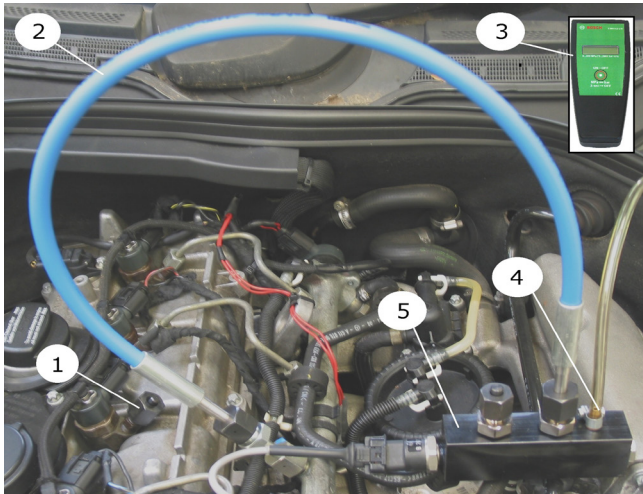

Abb. 15: Przykład podłączenia przy badaniu porównawczym czujnika ciśnienia szyny (silnik pracuje na n-1 cylindrach)
! Ze względów bezpieczeństwa w rejestratorze ciśnienia (rys. 15, poz. 5) wbudowany jest zawór ograniczający ciśnienie, który ogranicza ciśnienie do 180 MPa. Bezwzględnie podłączyć dołączony wąż do przyłącza (rys. 15, poz. 4) rejestratora ciśnienia i włożyć go do zbiornika nadającego się do oleju napędowego.
3. Zamknąć przyłącze wysokociśnieniowe wtryskiwacza (rys. 15, poz. 1) zaślepką (patrz lista części zamiennych Bosch ESI[tronic]).
4. Podłączyć wąż 180 MPa (rys. 15, poz. 2) z odpowiednim adapterem przyłączeniowym, kątownikiem, nakrętką i pierścieniem dociskowym (gwint lewoskrętny) do szyny.
7. Podłączyć przewód łączący do wskaźnika ciśnienia (rys. 15, poz. 3) i czujnika ciśnienia szyny rejestratora ciśnienia.